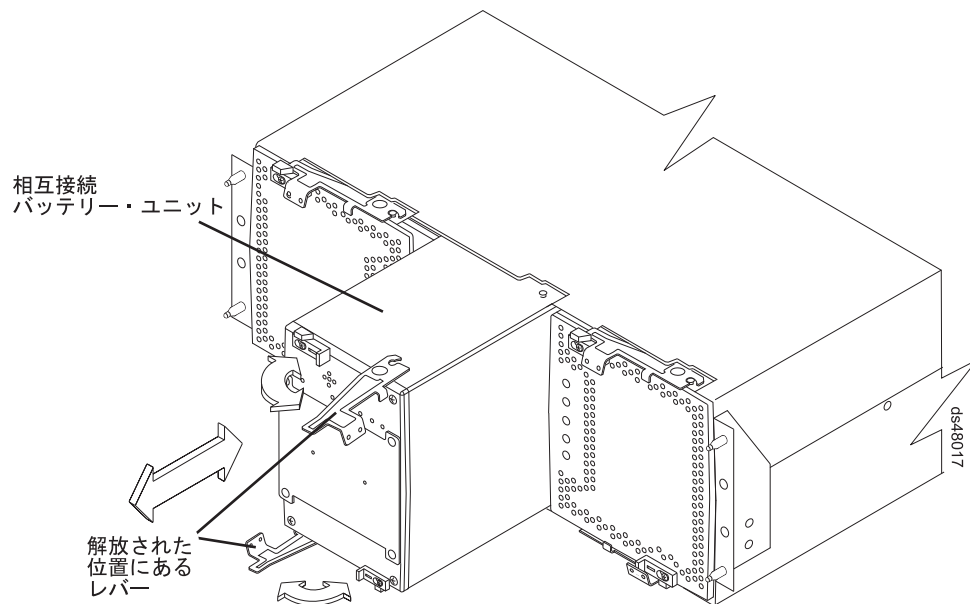

図 22. 相互接続バッテリー・ユニットの再取り付け
2. 相互接続バッテリー・ユニットを再度取り付けます。図 22 に、相互接続バッテリー・ユニットと相互接続バッテリー・ユニットのレバーを示します。